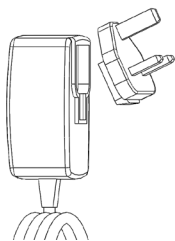

Figura 1 - Alimentatore
**Alimentatore c.a.** ..... (Vedere la Figura 1 - Alimentatore)